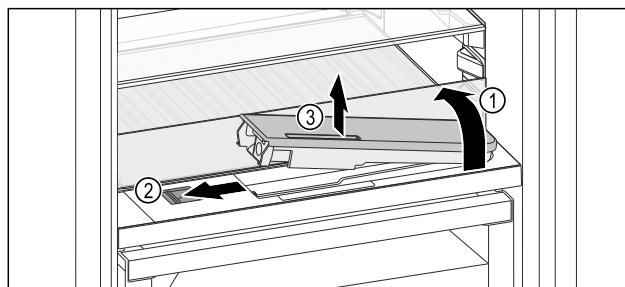

Fig. 118
- ▶ Ridicați placa de sticlă și rabatați în spate până la opritor Fig. 118 (1).
- ▶ Împingeți zăvorul Fig. 118 (2) spre stânga.
- ▶ Scoaterea rezervorului de apă Fig. 118 (3).